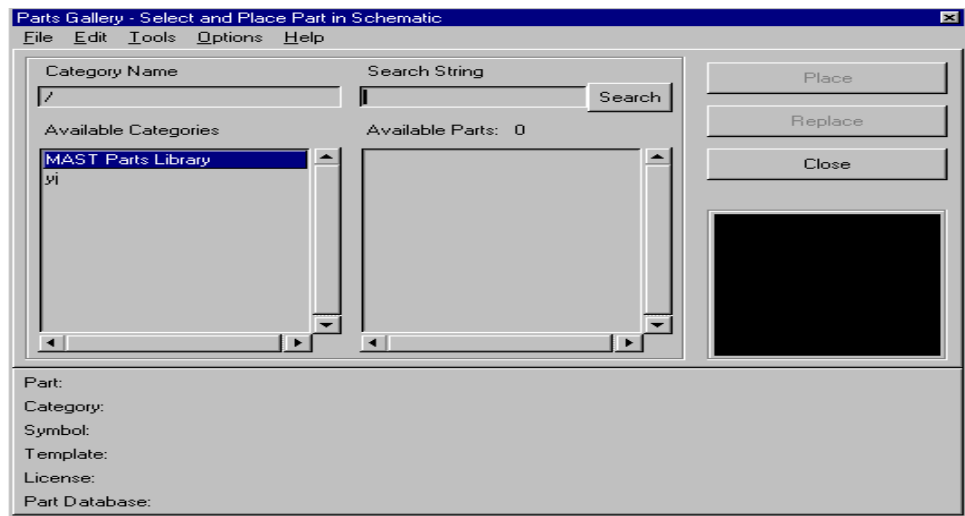

图 3 Parts Gallery 对话框
1) 单击 Parts Gallery 图标，出现 Parts Gallery 对话框，如图 3 所示。